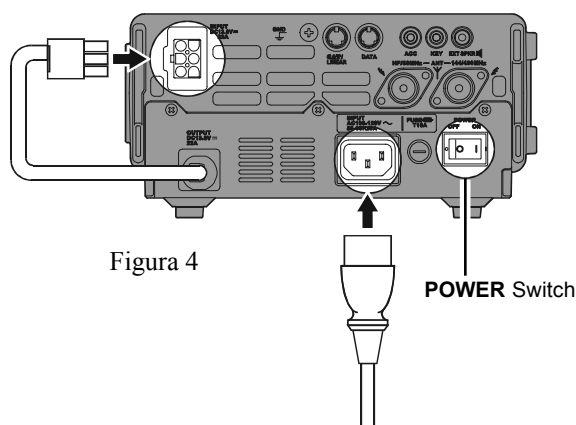

Figura 4
4. Conecte la clavija Molex de 6 alfileres de la unidad **FP-30** en el enchufe de entrada (INPUT) ubicado en el panel posterior del **FT-897D** (Figura 4).